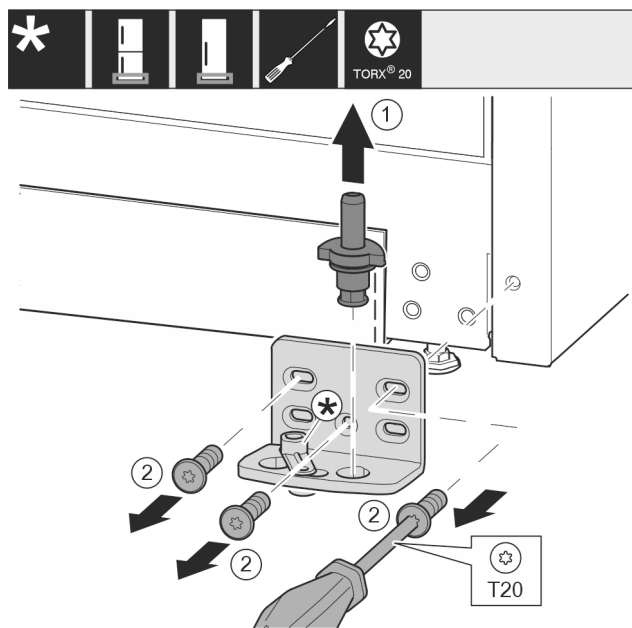

Fig. 17 *
- Retirer entièrement l'axe de palier Fig. 17 (1) par le haut.*
- Desserrer les vis Fig. 17 (2) avec un tournevis et retirer le support de palier.*